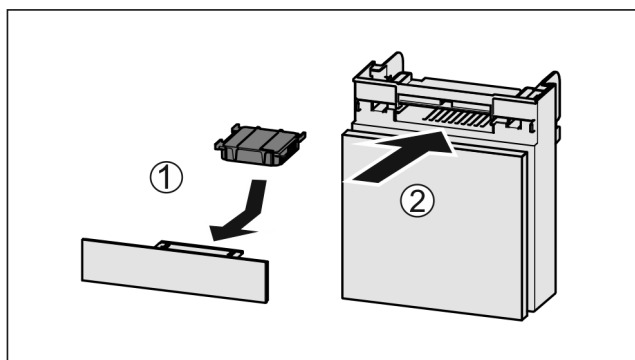

Fig. 149
- Filtr s aktivním uhlím vložte podle vyobrazení Fig. 149 (1).
- Zásuvku zasuňte Fig. 149 (2).